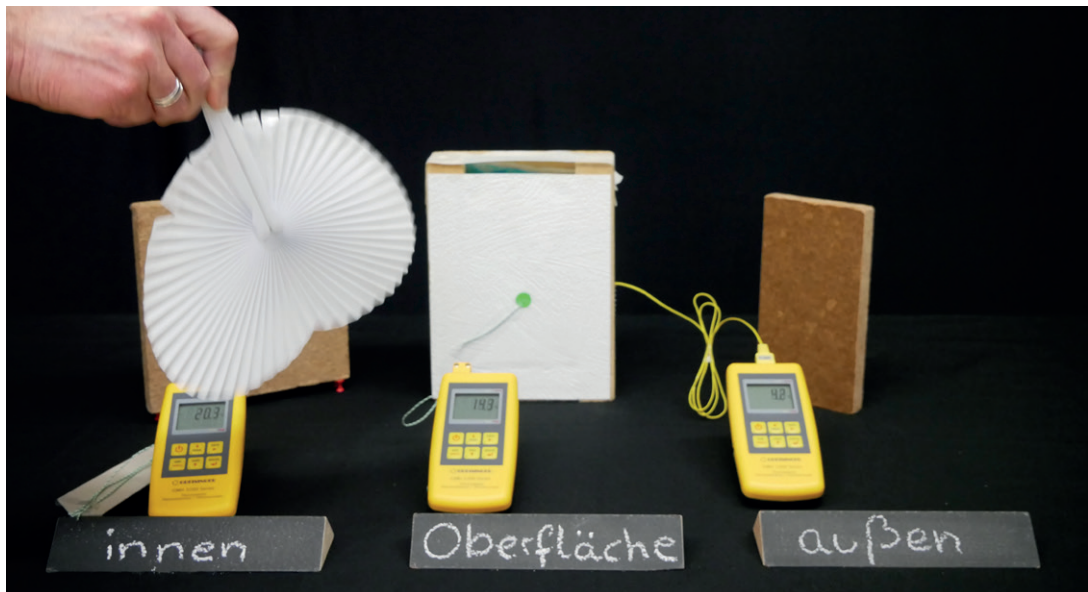

Abb. 2: Luft zufächeln (Quelle: eu.[z] (2024))
- Abb. 2: Luft zufächeln, Quelle: e.u.[z.]